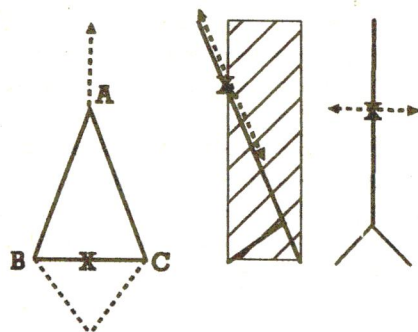

Abb. 4 Abb. 5 Abb. 6
Hollandrädern verwendet wird und von der Firma STECO (NL) als Nachrüstsatz auch in Deutschland vertrieben wird. Der Vorteil besteht darin, daß der Schwerpunkt zwischen den Aufstandspunkten des Ständers liegt, ein fester und planer Untergrund bleibt aber auch hier Voraussetzung für einen festen Stand (siehe Abb. 4).